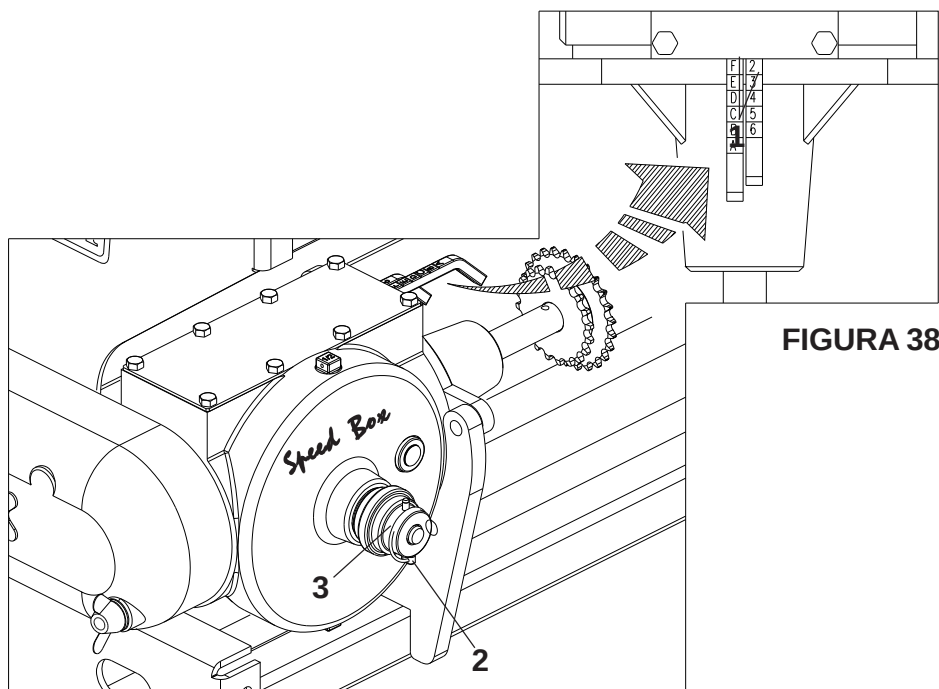

FIGURA 38
SPEED BOX (FIGURA 38)
- 2 - Para regulagens do adubo, selecione a quantidade desejada nas tabelas e verifique a combinação correspondente dos cursores (1). Exemplo : posição **F 2**, indica que o cursor com letras deve estar na posição **"F"** e o cursor de números deve estar na posição **"2"**, conforme **FIGURA 38**.
- 3 - Para movimentar os cursores, retire a trava (2), puxe a manopla (3), em seguida regule os mesmos. Ao terminar a combinação, retorne a manopla (3) e recoloca a trava (2).